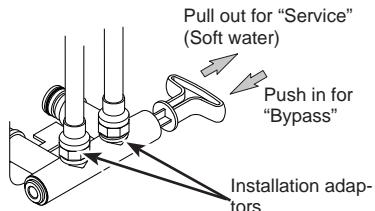
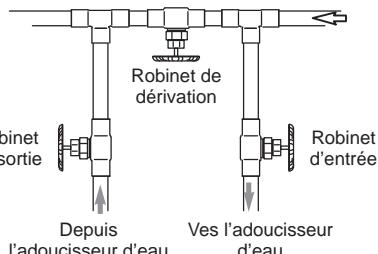
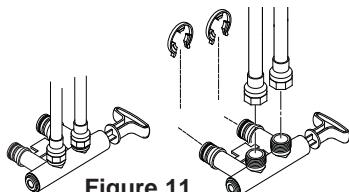

Figure 4
Figure 5
Figure 11
Installez toujours soit un robinet de dérivation simple (inclus, Figure 4), soit des pièces pour monter un système de dérivation à trois robinets (non incluses) offertes dans le commerce (Figure 5). Les robinets de dérivation vous permettent de fermer l'eau à l'adoucisseur pour l'entretien, si nécessaire, tout en maintenant la disponibilité de l'eau dans la maison. Le diamètre des raccords de tuyau doit être de 1/2 po au minimum.
Si vous installez un système de dérivation à trois robinets (Figure 5), la continuité électrique sera maintenue. Si vous installez un robinet de dérivation non métallique (Figure 11), veuillez vous reporter à la section Installation du fil de terre avant de couper le tuyau.
2. Placez le(s) robinet(s) de dérivation (simple ou à 3 robinets) dans la position de dérivation (bypass). Voir les Figures 4 et 5.
- Robinet de dérivation simple (Figure 4) : Déplacez lentement la tige du robinet vers la position de service, en arrêtant plusieurs fois pour permettre à l'adoucisseur de se remplir d'eau.
- Dérivation à 3 robinets (Figure 5) : Fermez complètement le robinet de dérivation et ouvrez le robinet de sortie. Ouvrez lentement le robinet d'entrée, en arrêtant plusieurs fois pour permettre à l'adoucisseur de se remplir d'eau.